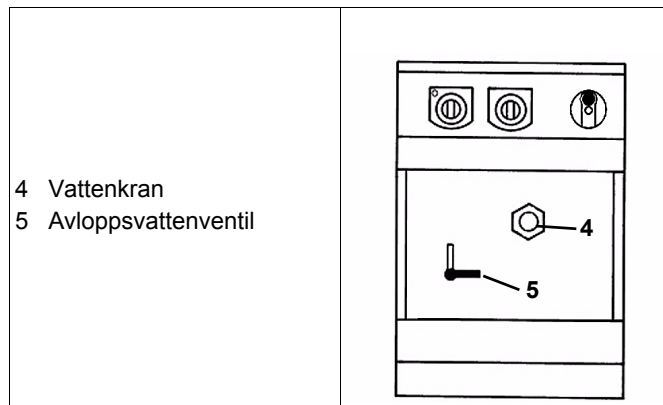

Fig.10 Översikt framifrån
- ⇒ Öppna huvudkranen för gas (1/ Fig.10).
- ⇒ Vatten som har försvunnit i tråget kan fyllas på genom att öppna kranen (4/ Fig.10).
- ⇒ Tappa av vattnet från tråget genom att öppna avtappningsventilen (5/Fig.10) (vrid handtaget moturs till vertikalt läge).